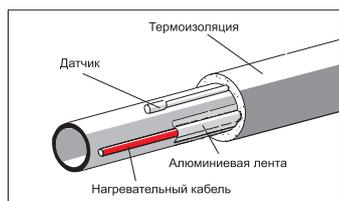

Рис. 1
1. Один или несколько кабелей укладывают по прямой линии вдоль трубы. Рис. 1, 2.